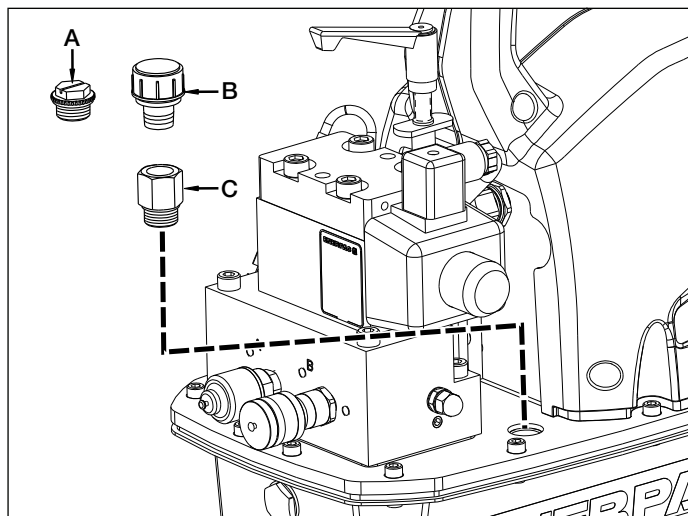

Figura 2, Conducto de aireación (se muestra ZU4. ZE4 y ZE5 similares)
4.2 Conducto de aireación (véase la figura 2)